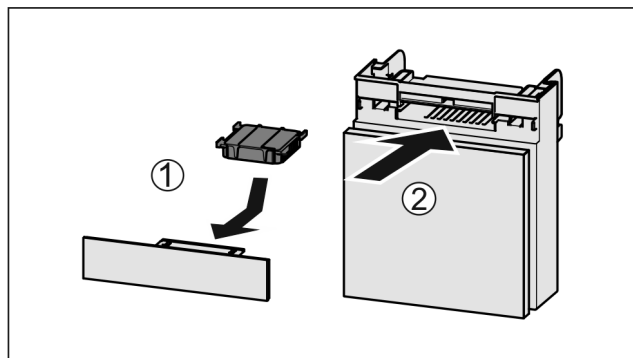

Fig. 89
- Aktivni ogljeni filter vstavite Fig. 89 (1) skladno s prikazom na sliki.
- Predal potisnite noter Fig. 89 (2).